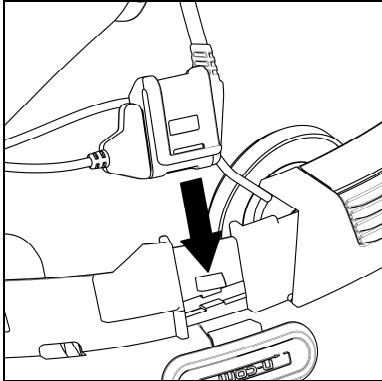

Abb. 4
- Bringen Sie das Kabel im Innern des Helmes an und lassen Sie den rechten Halterungsbügel in den eigens dafür ausgesparten Bereich einschnappen (Abb. 4).